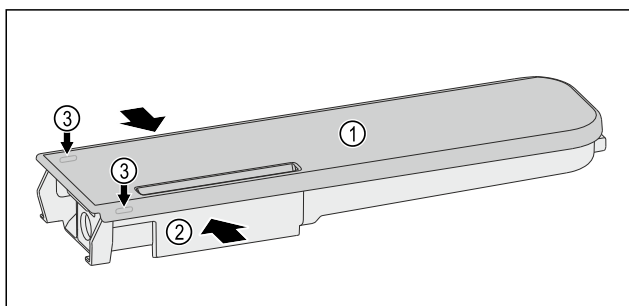

Fig. 155
- ▶ 挤压水容器 Fig. 155 (2)，然后小心地将盖子 Fig. 155 (1) 从锁定凸耳 Fig. 155 (3) 上撬起并向上拉。
- ▶ 略微来回移动盖子 Fig. 155 (1)，然后将其向上取下。